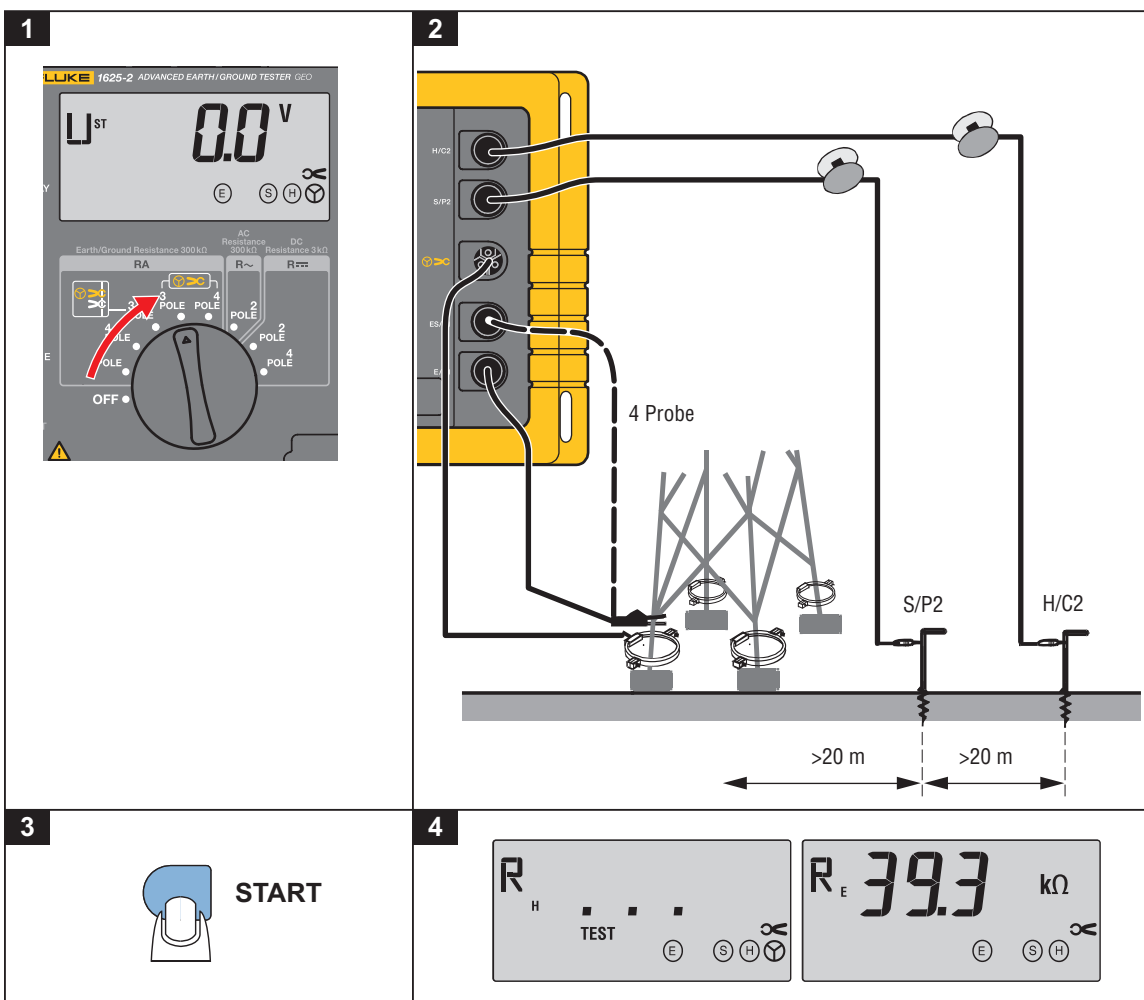

图 7. 不切断架空地线的接地电阻
本仪器所采用的新型测量方法是使用其外接变流器测量流经接地电极的真实电流，从而无需断开接地系统的连接或切断架空地线就可测量接地电极的电阻。参见图 7。
1. 将中央旋转开关转到“ R_E 三极”或  R_E 四极”的位置。按照图 7 和显示屏上指示连接仪器。